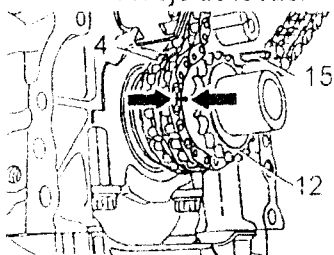

Fig. 82
Marcar la señal de montaje (flecha) en la cadena de sincronización (4) y la rueda dentada del eje de motor (12). Desarmar la chaveta woodruff (15) (Fig. 82).